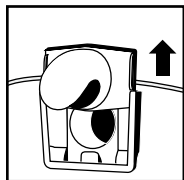

FIGURE 29
41. Déposer le déflecteur du guide de retenue. **FIGURE 29.**